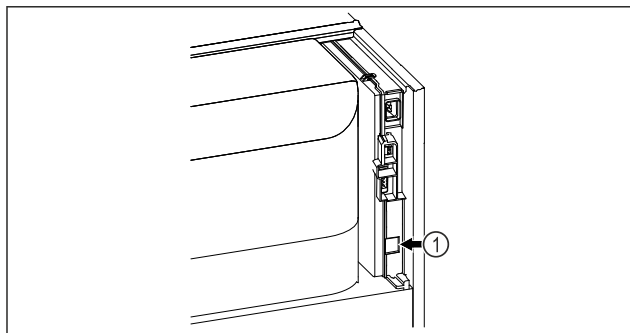

Fig. 135
- ☐ SmartModule Fig. 135 (1) è inserito.